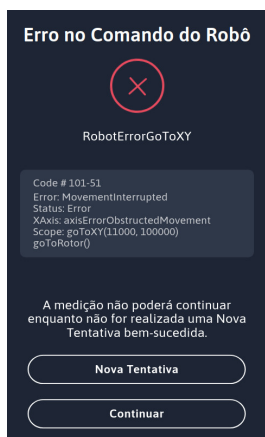

Figura 68
Determinados erros do iSED PRO resultam numa condição de bloqueio em que o movimento robótico contínuo ou uma medição não é possível nem seguro para o instrumento. Nestes momentos, o iSED PRO irá pausar a funcionalidade de medição e mostrar um erro de página inteira no ecrã até que o utilizador selecione “Tentar novamente” ou “Continuar” — consulte a Figura 68 para obter um exemplo. Apesar de ser permitida uma funcionalidade de não medição (tal como a exportação de resultados) neste estado de pausa, a medição de amostras e o movimento robótico não são permitidos até que o erro seja eliminado.
2. Para tentar limpar o erro do Ecrã Inicial antes ou após a resolução de problemas, navegue para o Menu Manutenção. No fundo da página estará uma lista de erros ativos com todos os erros de bloqueio (Figura 71). Selecionar um erro abrirá novamente a janela de erro de página inteira, permitindo a seleção de “Tentar novamente” ou “Continuar” (Figura 68).